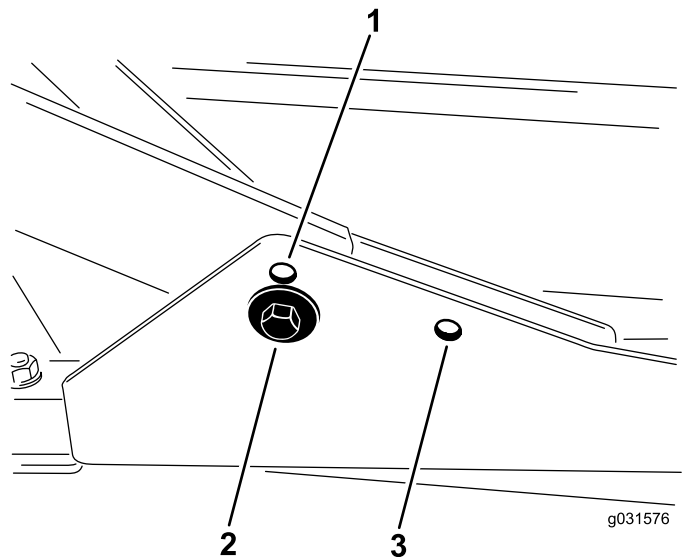

Figure 17
1. Pour les hauteurs de coupe entre 2 et 7,6 cm, montez les bâtis porteurs avant dans les trous inférieurs avant (Figure 17).
2. Pour les hauteurs de coupe entre 6,3 et 10 cm, montez les bâtis porteurs avant dans les trous supérieurs avant (Figure 17).
Quelle que soit la hauteur de coupe, l'unité de coupe arrière doit être montée dans les trous de montage arrière (Figure 17).